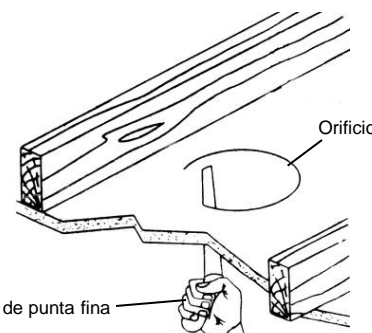

Fig. 2
1. Una vez que has elegido el lugar adecuado corta una abertura de 4 1/4" (10,8 cm) en el techo. Se ha incluido una plantilla para ayudarte a abrir el orificio. (Fig. 2)